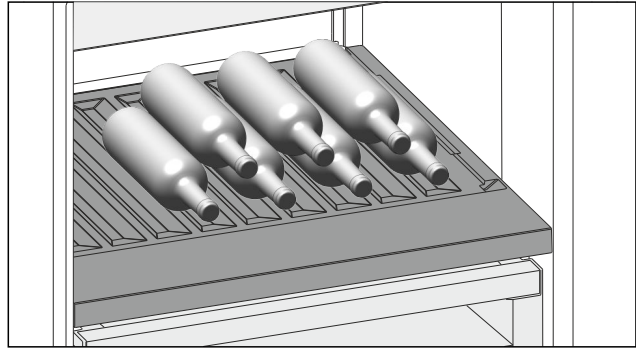

Fig. 142
- ▶ Поставяйте бутилките с дъното назад към задната стена. (виж Fig. 142)